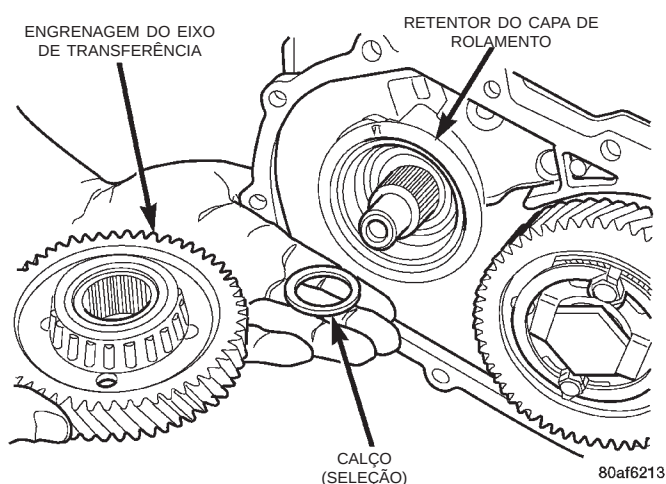
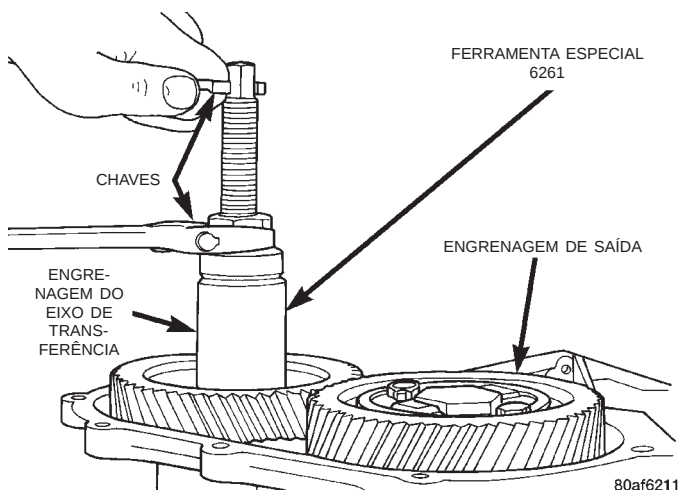

Fig. 242 Engrenagem do Eixo de Transferência e Calço (Seleção)
Fig. 243 Instalação da Engrenagem do Eixo de Transferência
(4) Utilize a Ferramenta 6259 para remover a porca e a arruela de retenção. Remova a engrenagem do eixo de transferência utilizando a Ferramenta L-4407.
(5) Remova o calço de medição e instale o calço correto (Fig. 242). Instale o conjunto da engrenagem de transferência e rolamento (Fig. 243).